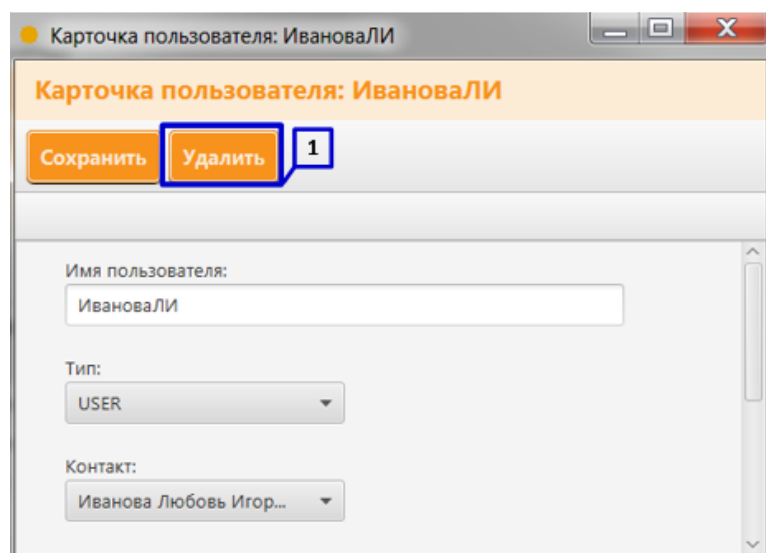

Рисунок 19. Удаление пользователя
7. Для того, чтобы удалить пользователя, откройте карточку пользователя и нажмите клавишу «Удалить» (Рисунок 19 пункт 1).